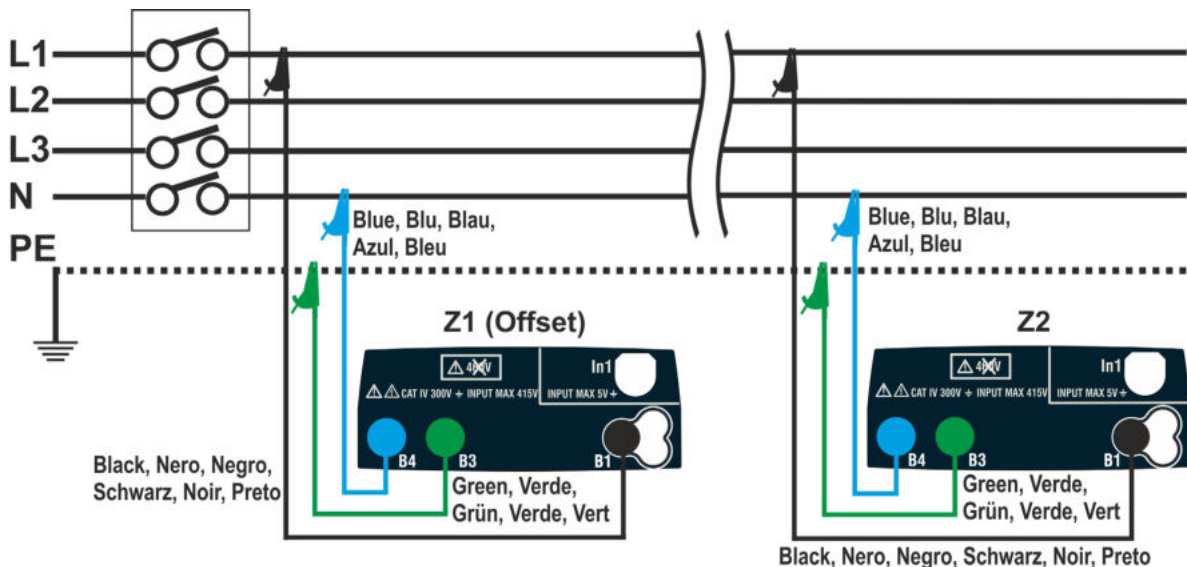
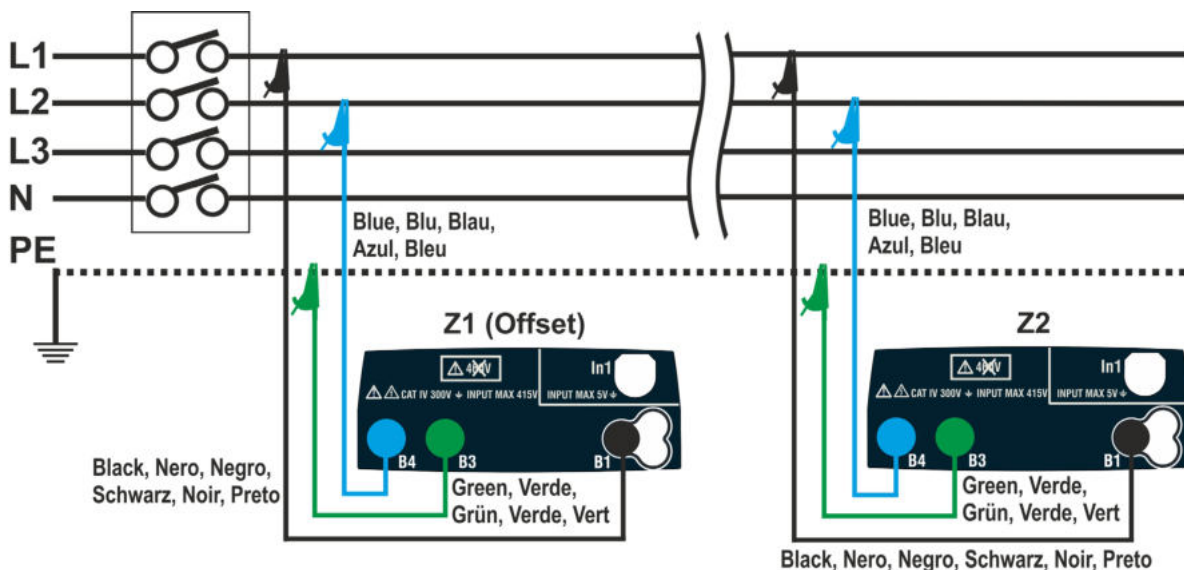

Fig. 36: Collegamento strumento per misura caduta di tensione in modo L-N
Fig. 37: Collegamento strumento per misura caduta di tensione in modo L-L
4. Collegare lo strumento al punto iniziale della linea principale in prova (tipicamente a valle di un dispositivo di protezione) in base alla Fig. 36 o Fig. 37 per effettuare la prima misura di impedenza **Z1 (Offset)**. In questo caso lo strumento misurerà l'impedenza a monte del punto iniziale della linea principale in prova prendendola come riferimento di partenza. La schermata seguente (riferita alla misura L-L) è mostrata a display
7. Collegare lo strumento al punto finale della linea principale in prova in accordo alle Fig. 36 o Fig. 37 per misurare l'impedenza **Z2** a fine linea. Notare il il valore Z1 (Offset) precedentemente misurato mostrato a display